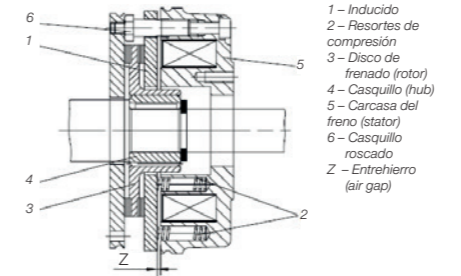

Figura 3 - Corte transversal del freno electromagnético - tamaño 6 al 25 (4 a 600Nm)
5. Medir con un calibrador el entrehierro existente entre la armadura y la carcasa del freno (ver cota "Z" en la Figura 3), en tres puntos próximos a los tornillos de ajuste. Si la medida encontrada es igual o mayor al valor máximo indicado en la Tabla 3, o si las lecturas son diferentes entre sí, proseguir con el ajuste del entrehierro de la siguiente manera (ver Figura 5):